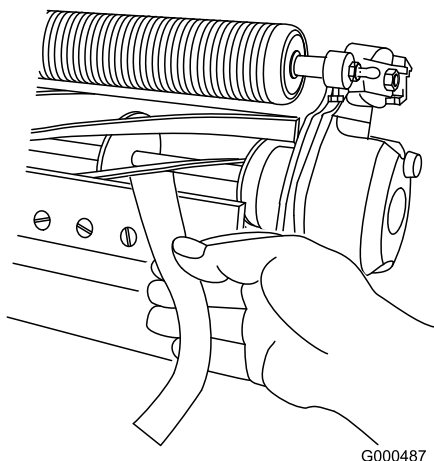

图 5
- B. 在滚刀与底刀之间插入一长条剪切性能纸纸要与底刀垂直 图 5 然后缓慢向前旋转滚刀此操作应能切断性能纸如果不能请重复步骤 A 和 B 直至切断为止。
11. 在滚刀与底刀之间插入一长条剪切性能纸纸要与底刀垂直图 5 然后缓慢向前旋转滚刀此操作应能切断性能纸如果不能将每个底刀架调节螺栓都顺时针旋转 1 格直至切断为止。